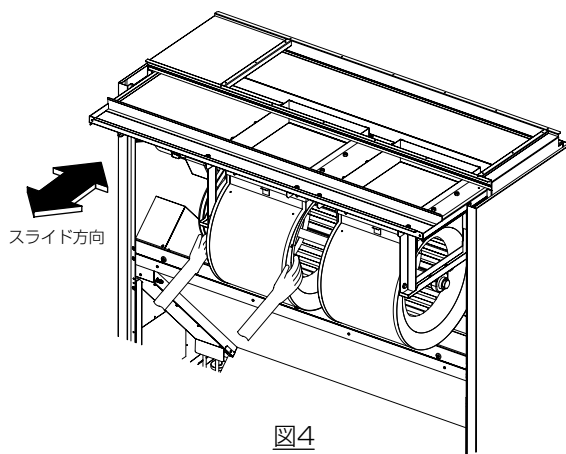

図4
- ③ファンケーシングの吸込口を両手で持ち、送風機セクションを手前へ引出してください。(図4)